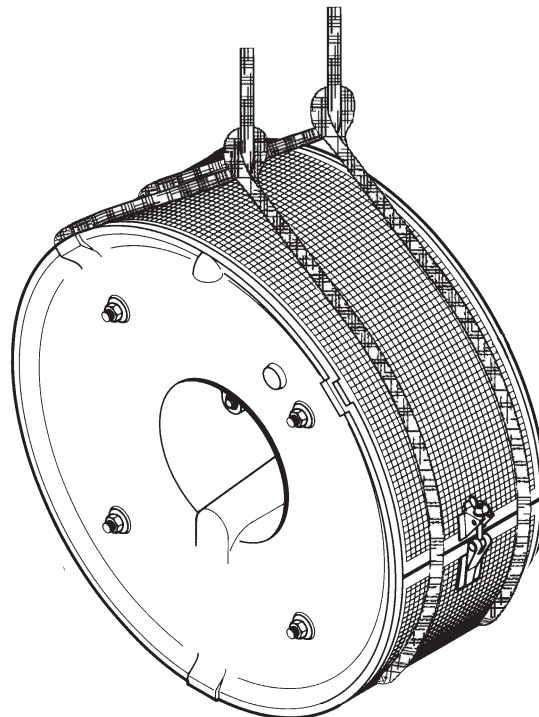

Fig. 5
- Schalldämpfer bzw. Luftsaugstutzen abbauen (siehe fig 5, Schalldämpfer abbauen).
- Remove silencer or air suction branch (see fig. 5, remove the silencer)